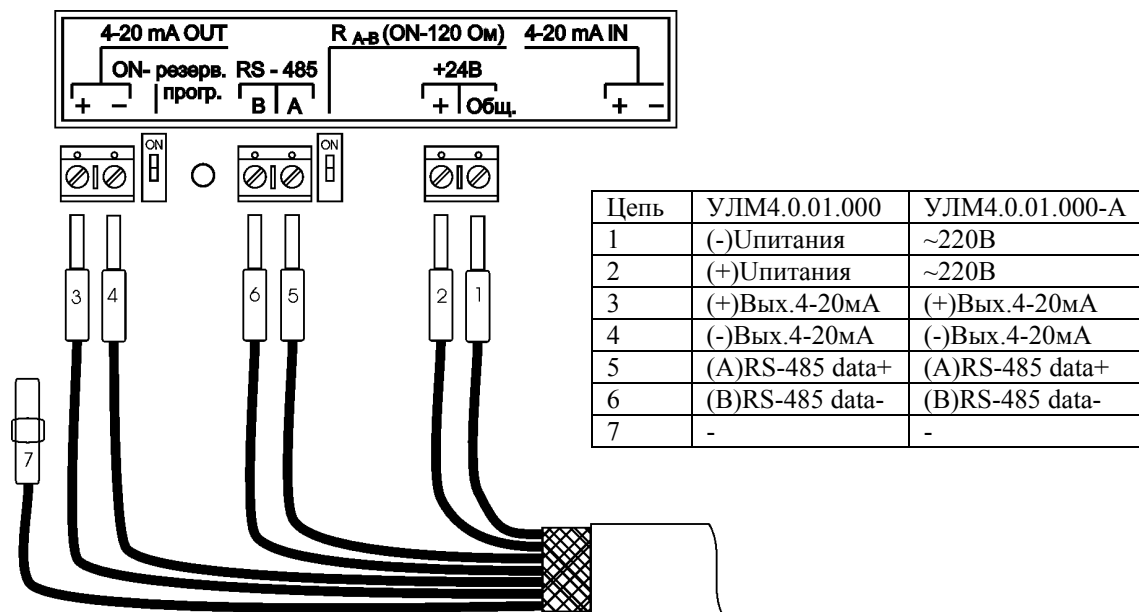

Рис. 8.1. Подключение питания, цифрового интерфейса RS485 и аналогового 4-20 мА к датчикам уровня УЛМ4.01.000, УЛМ4.01.000-А.
8.6.7. Произвести подсоединение кабеля в соответствии со схемой подключения приведенной на рис.8.1–8.3.